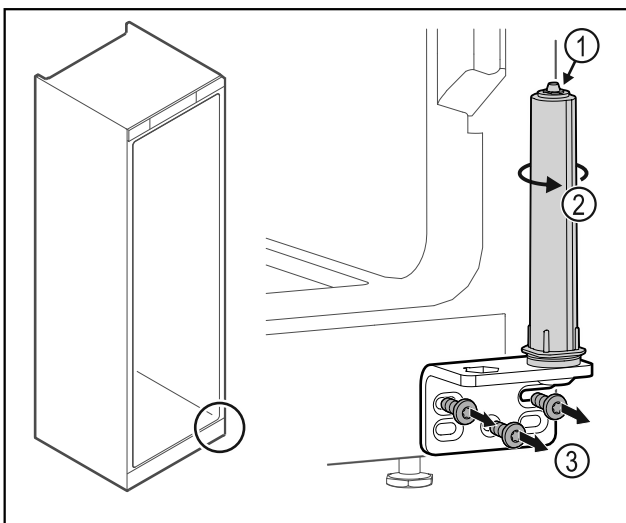

Fig. 31
- Türschließsystem nicht zerlegen Fig. 31 (1).
- Schließsystem Fig. 31 (2) drehen, bis es klickt.
- Scharnierwinkel Fig. 31 (3) abschrauben.